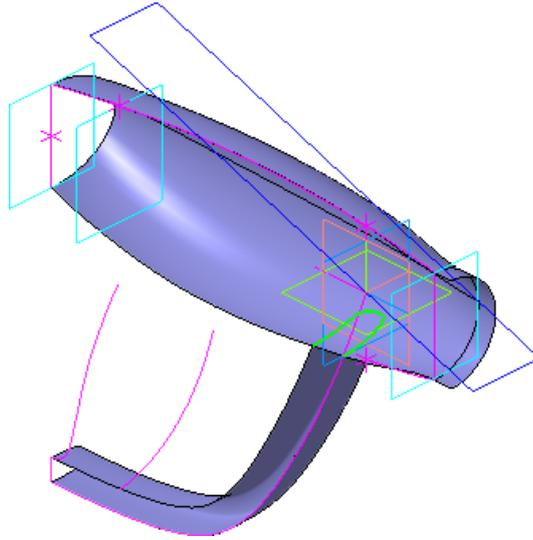

Рисунок 30.
- Нажмите кнопку Создать объект  (рис. 30).